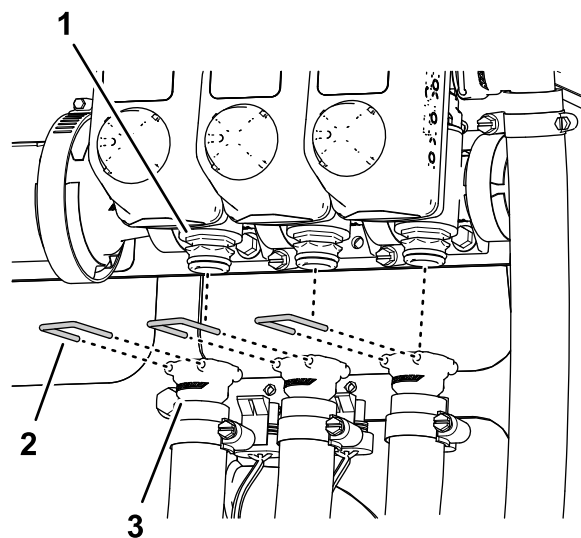

Figura 37
6. Rimuovete i dispositivi di fissaggio che fissano gli accoppiatori rapidi dei flessibili di alimentazione di sinistra, destra e centrale dagli accoppiatori rapidi delle valvole di sezione di irrorazione (Figura 37).
7. Rimuovete i flessibili di alimentazione delle sezioni di sinistra, destra e centrale dagli accoppiatori rapidi delle valvole di sezione di irrorazione e rimuovete i flessibili dalla macchina (Figura 37).